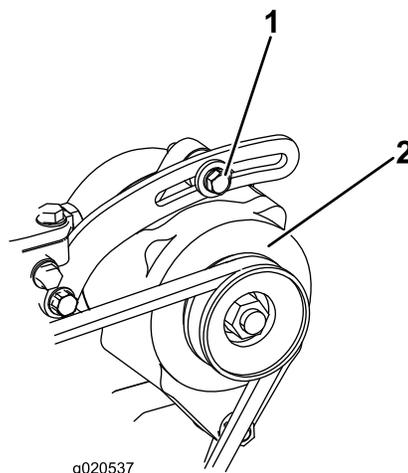

Figura 74
Compruebe la condición y la tensión de la correa (Figura 74) cada 100 horas de operación.
2. Si la desviación no es de 10 mm ($\frac{3}{8}$ "), afloje los pernos de montaje del alternador (Figura 74). Aumente o reduzca la tensión de la correa del alternador y apriete los pernos. Verifique de nuevo la desviación de la correa para asegurarse de que la tensión es la correcta.